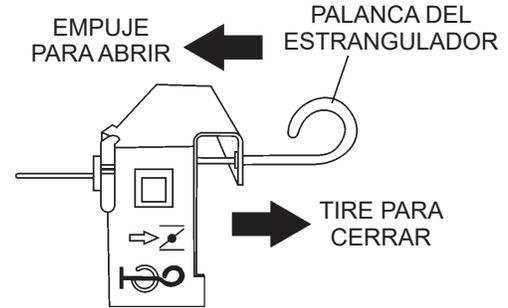

Figura 15. Palanca del estrangulador
2. Coloque la palanca del estrangulador (Figura 15) en posición **cerrada** si arranca el motor frío.
3. Coloque la palanca del estrangulador (Figura 15) en posición **abierta** si arranca el motor caliente o la temperatura es alta.
- Si el motor ha arrancado, regrese lentamente la palanca del estrangulador (Figura 15) a la posición **abierta**. Si el motor no ha arrancado, repita los pasos del 1 al 6.